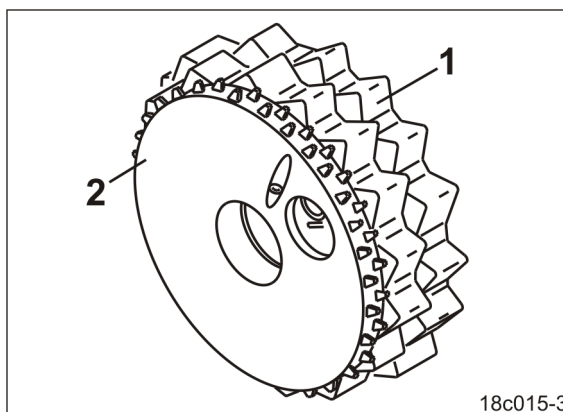

Fig. 29
- ruedas de sembrado normales (Fig. 29/1) y
- ruedas de sembrado finas (Fig. 29/2).